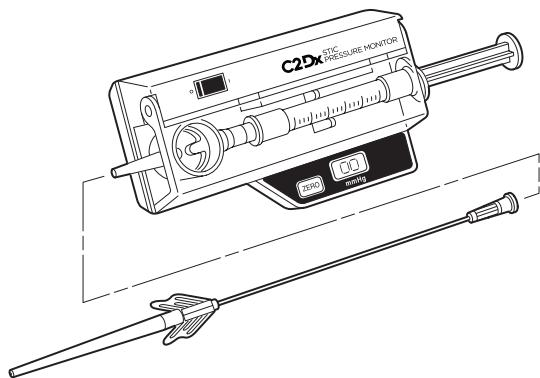

Figura 4
3. Ligue o cateter perfurado à haste de câmara cónica. Certifique-se de que estão bem encaixados. Consulte a figura 4.